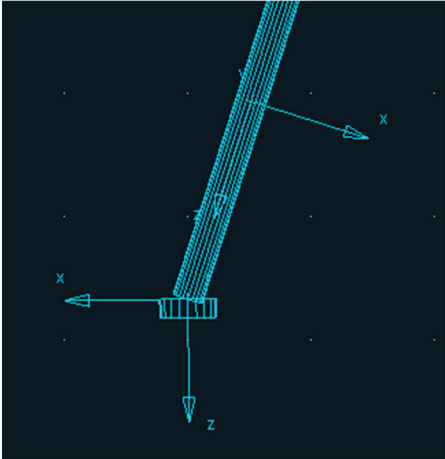

Figura 3.57 – Construção do primeiro cilindro.
- Selecione a extremidade inferior do *Rod* e arraste o cursor do mouse na direção vertical para baixo. O resultado está apresentado na Figura 3.57.